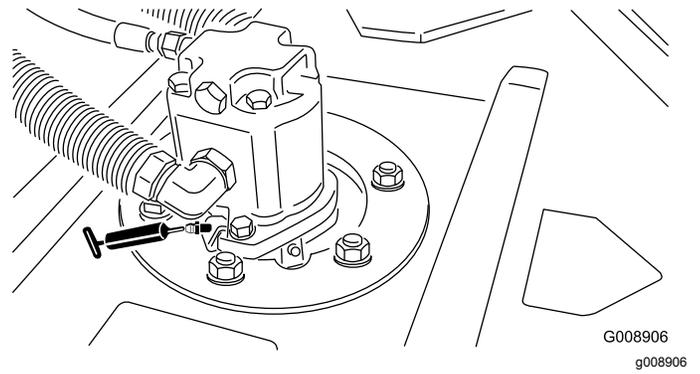

Bild 43
- 2 (pro Mähwerk) Mähwerkspindelwellenlager (Bild 43)